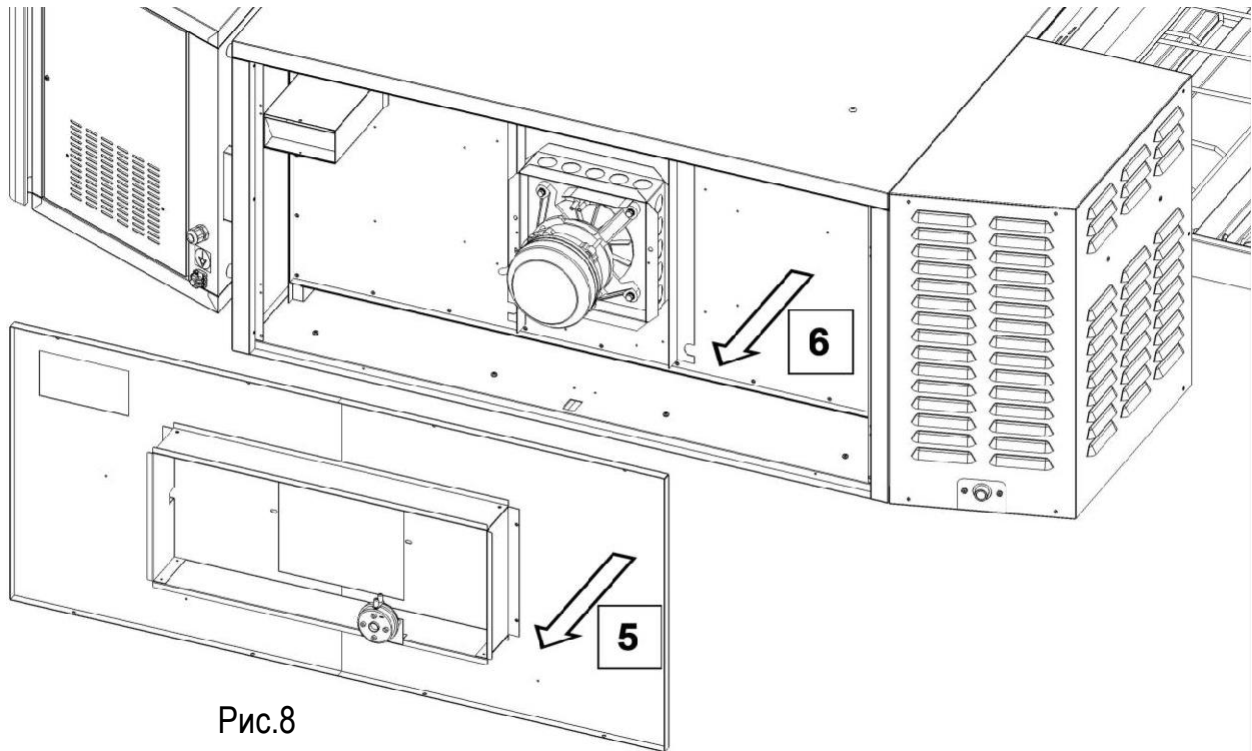

Рис.8
5. Снимите защитные пластины и изоляционный материал (Рис. 8).
6. Снимите панель двигателя (Рис. 8).